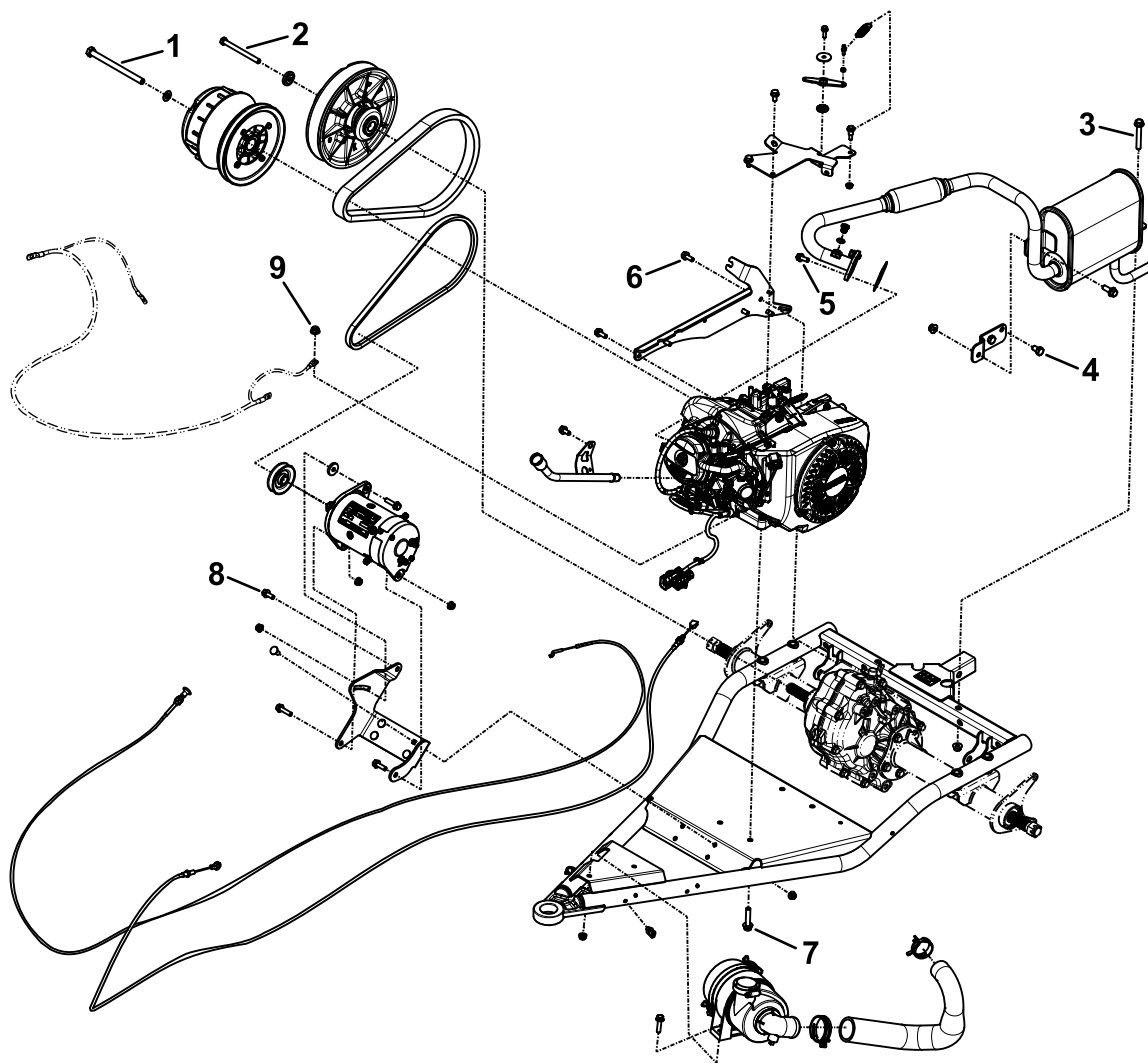

図 12
2. 全部のボルト・ナットを 図 12 の値に正しくトルク締めする。